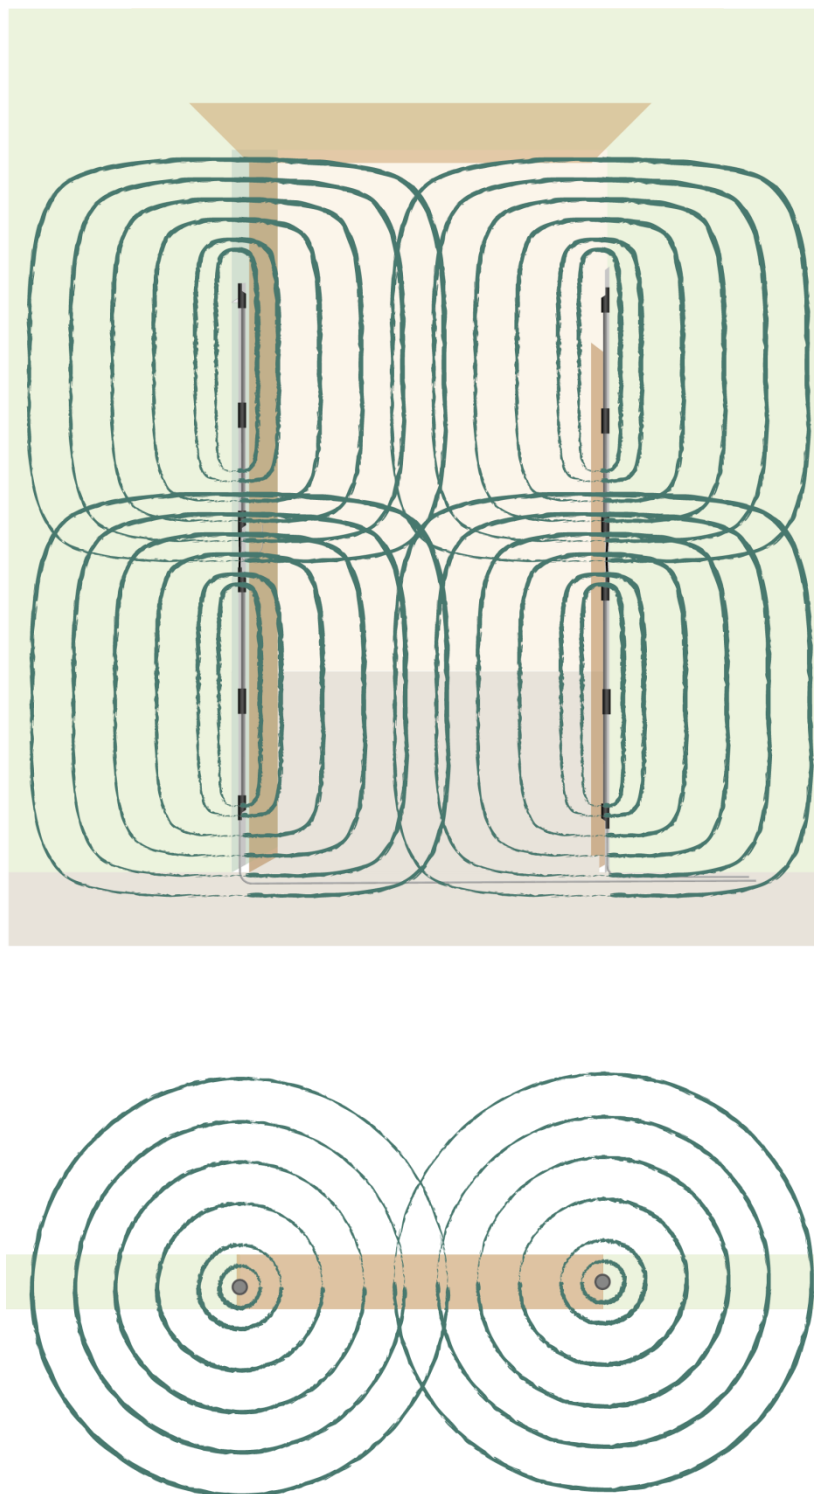

Рисунок 2.1
При оборудовании зоны досмотра следует учитывать, что зона чувствительности имеет форму двух цилиндров, осями которых являются антенны (рисунок 2.1). Радиус зоны чувствительности вокруг каждой из стоек с антеннами изменяется в зависимости от устанавливаемого уровня чувствительности.
***Примечание** - Следует иметь в виду, что с увеличением уровня чувствительности расширяется радиус зоны чувствительности металлодетектора (рисунок 2.1).*